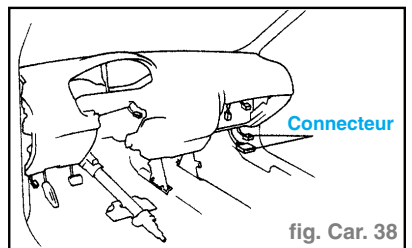

fig. Car. 38
- Débrancher les connecteurs. (fig. Car. 38)